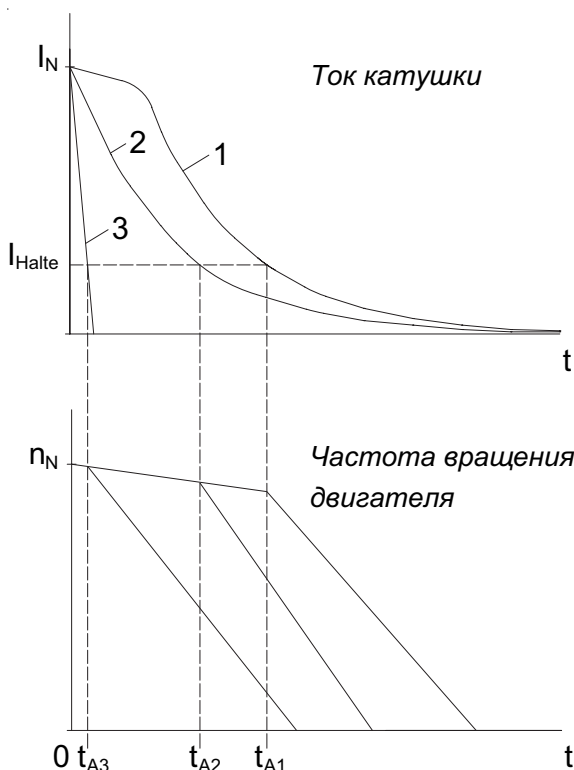

Рисунок 4. Принципиальные кривые тока катушки и частоты вращения двигателя после отключения питания со стороны цепи переменного (1, 2) и постоянного (3) тока.
- a) Питание выпрямителя от клеммника электродвигателя (рисунок 4, кривая 1)
- b) Отдельная цепь питания выпрямителя (рисунок 4, кривая 2)
Размыкание цепи постоянного тока катушки возбуждения (рисунок 4, кривая 3)